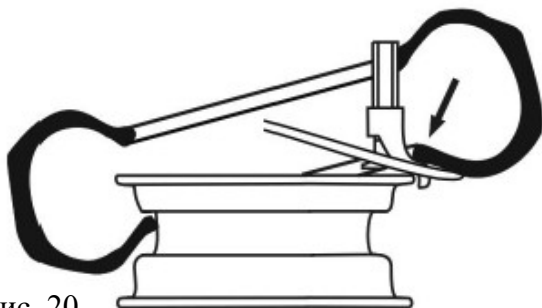

Рис. 20
- Поднимите колесо, установите монтажную головку под нижний край колеса (рис. 20)